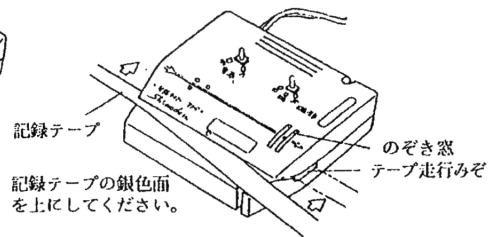

図2. 記録テープの差込み方
- 3) 電源が「切」になっていることを確かめてから、記録テープを図2のように差込んでください。